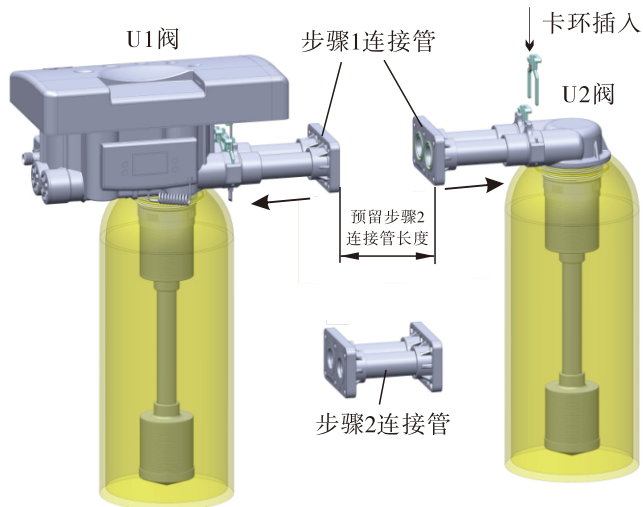

图2-1-3
3、如图2-1-3所示，将步骤1完成的连接管插入U1阀和U2阀，并插入卡环固定（中间需要给步骤2完成的连接管预留安装间隙！）。